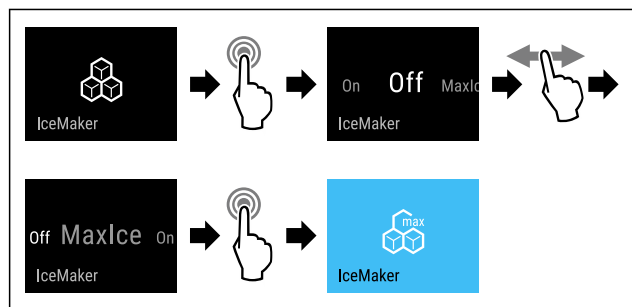

Fig. 17
- Suivre les étapes (voir Fig. 17).